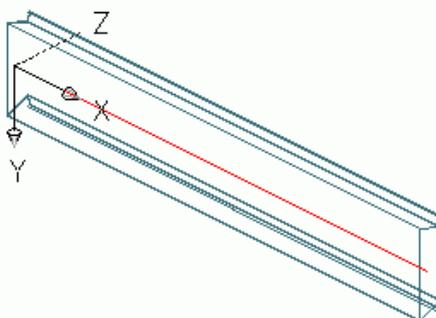

Abbildung 45: Krupp Kastenprofil
- Wählen Sie ein geeignetes Benutzerkoordinatensystem (siehe Abbildung 45).